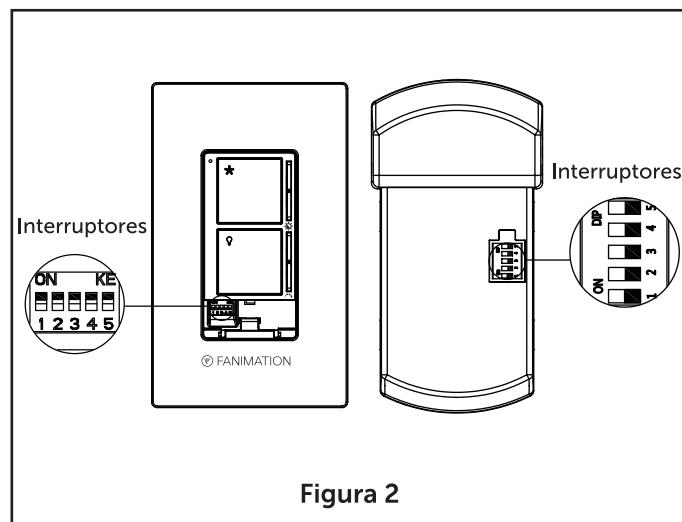

Figura 2
- 3. Configuración del interruptor Dip (Figura 2)